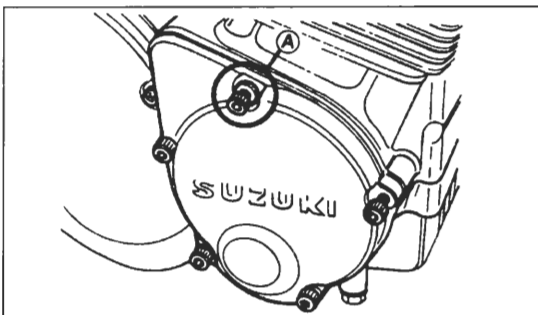

Bild 35
- Flüssige Dichtmasse (3 Bond-Silikondichtmasse o.ä.) auf Kurbelgehäuse-Passflächen des Zündgebergerhäuses dünn auftragen und Deckel mit neuer Dichtung anbringen (12 – 16 Nm). Auf Lage der Dichtscheibe «A» Bild 35 achten.